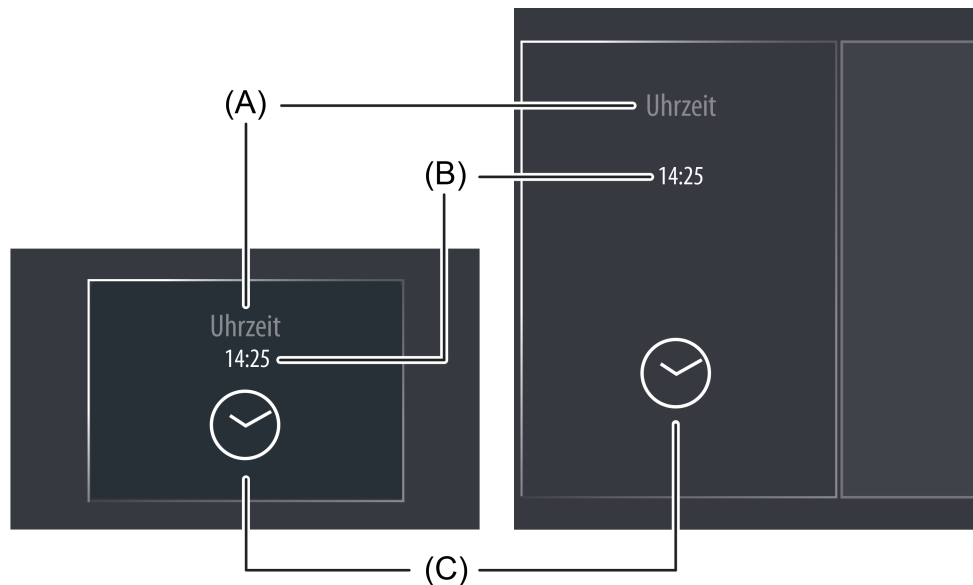

Bild 45: Beispiel für ein Anzeigeelement der Funktion "KNX Uhrzeit"
Der Anzeigebereich enthält verschiedene Darstellungselemente (Bild 45), die durch Parameter beeinflusst werden. Jeder KNX Funktion kann in der Konfigurationssoftware eine Bezeichnung vergeben werden (A). Diese Text-Bezeichnung wird im Anzeigeelement zentriert zur Anzeige gebracht, wodurch steuerbare KNX Funktionen für den Anwender kenntlich gemacht werden (z. B. "Uhrzeit"). Die Anzeige der Uhrzeit (B) erfolgt darunter. Der Parameter "Anzeigeformat Uhrzeit" definiert die Formatierung des Darstellungselements und erlaubt die Anpassung der Zeitanzeige an internationale Systeme.